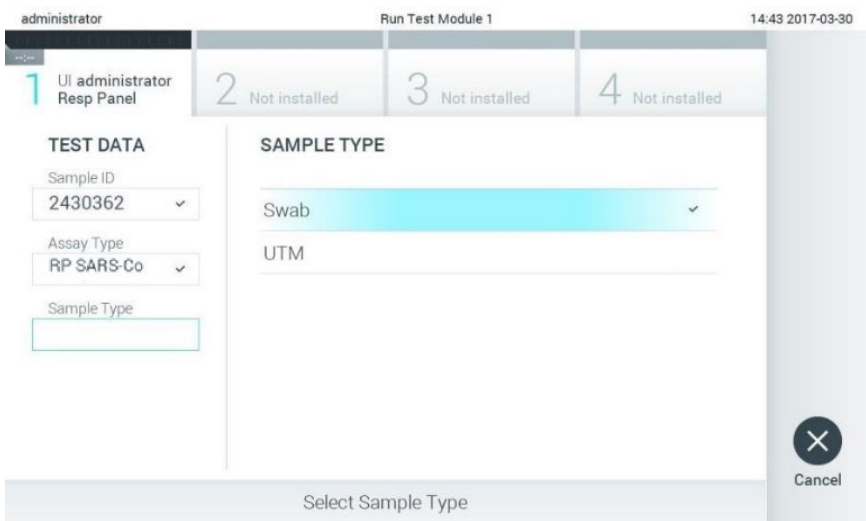

Figure 13. Sélection du type d'échantillon.
8. Sélectionnez le type d'échantillon approprié dans la liste (Figure 13).